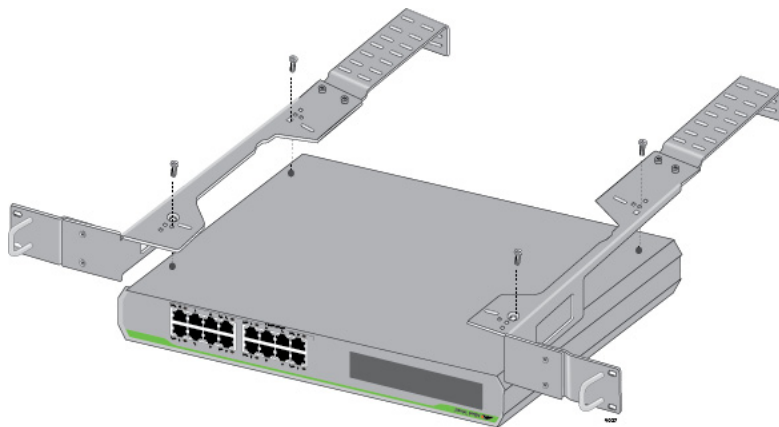

Рисунок 38. Крепление пластин к коммутатору
- Прикрепите конструкции к коммутатору при помощи винтов М3х6мм и крестовой отвертки, как это показано на рис. 38.